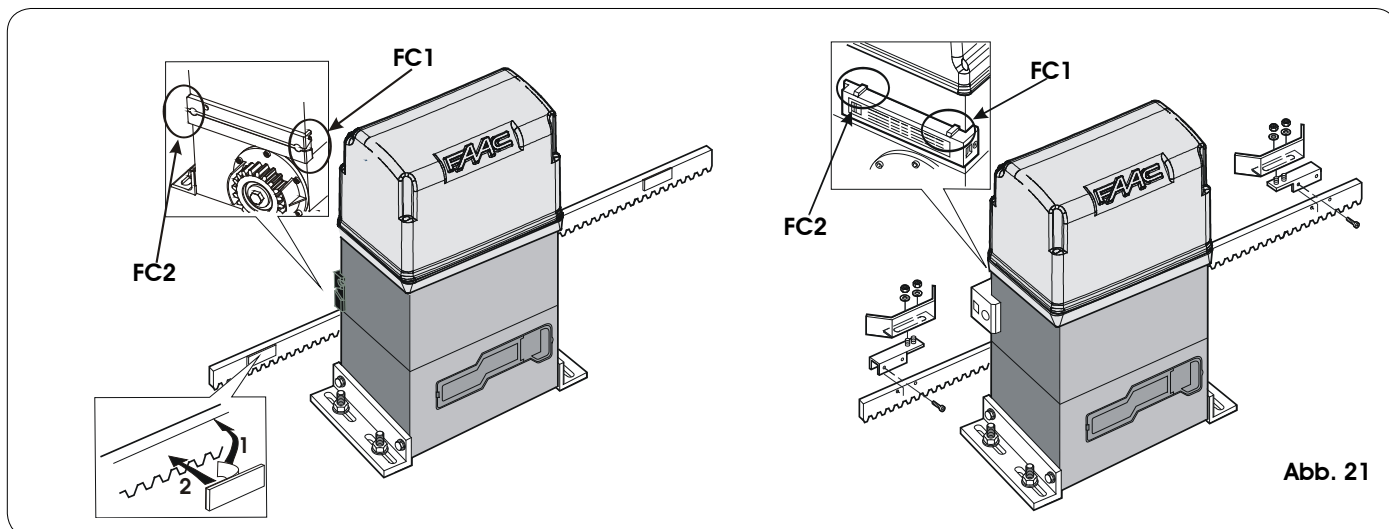

Abb. 21
- Den Antrieb entriegeln, das Tor mit der Hand bewegen und die Funktionstüchtigkeit durch die Kontrolle der Status-LED der Eingänge prüfen (siehe Kap. 6.1). Von der Seite des Tors aus gesehen, an der der Antrieb installiert ist, muß die LED-Diode FC1 sich ausschalten, wenn die Halteposition der Bewegung von links nach rechts erreicht wird. FC2 muß sich ausschalten, wenn die Halteposition der Bewegung von rechts nach links erreicht wird (siehe ebenfalls Abb. 21).